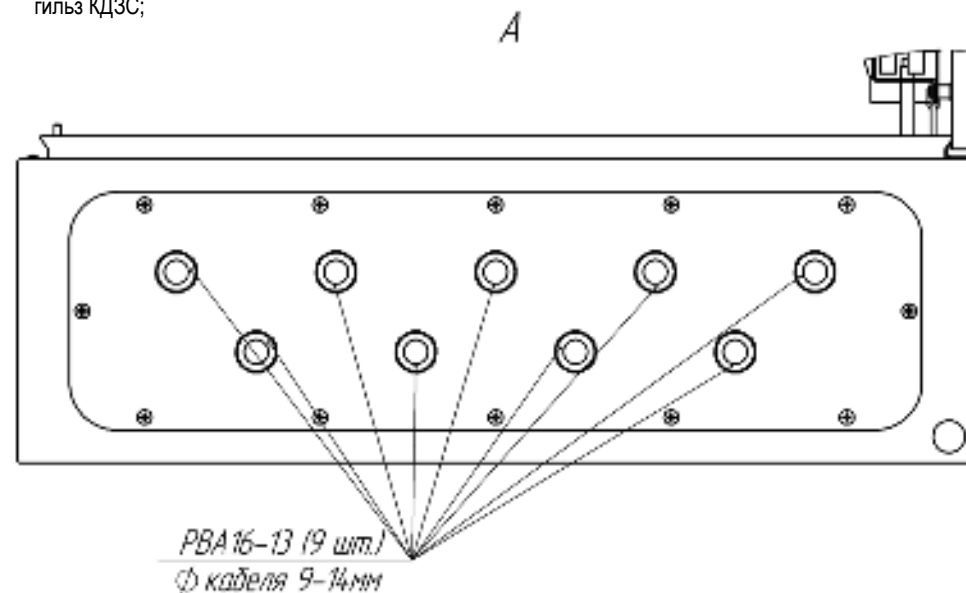

Рис. 1 Устройство термошкафа (дверь открыта на 90°)
- снять оптический кросс с кронштейна, ослабив крепежные винты В1 и В2 (рис.1);
- 5. Подключить тамперный контакт S2 (поз.4 рис.1) к внешнему устройству сигнализации через контакты 7 и 8 (4-я пара) плинта Х2.
- 6. Подать напряжение питания 220В АС на клеммную колодку Х2, при этом фазный провод (L) соединить с контактом 1.1, нулевой провод (N) с контактом 2.1, а провод заземления соединить с контактом 3.1 (РЕ).
#### Состав изделия: (рис.1)